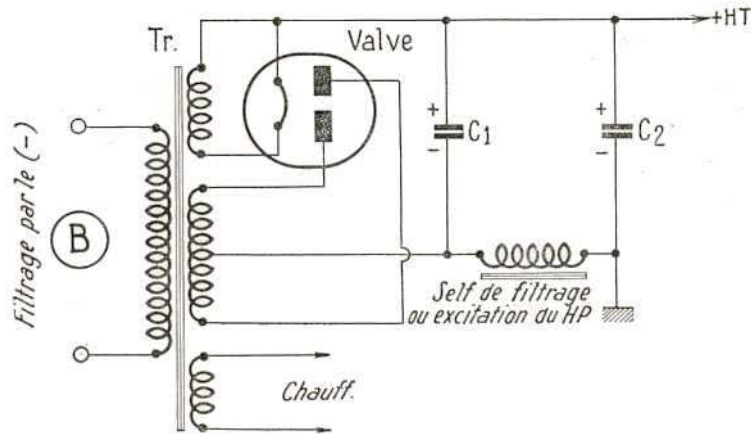

FIG. VI-1
7. Pas de tension entre le pôle + et le pôle d'un condensateur de filtrage, soit C1 ou C2 de la figure VI-1 A ou B. De plus, si c'est le premier condensateur du filtre qui est en court-circuit (condensateur C1), les plaques de la valve rougissent. Voir AG.